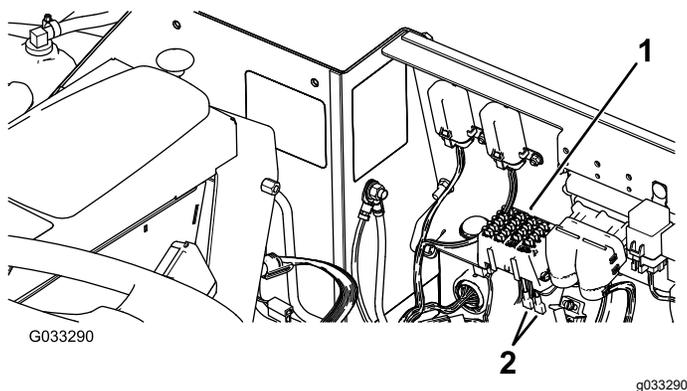
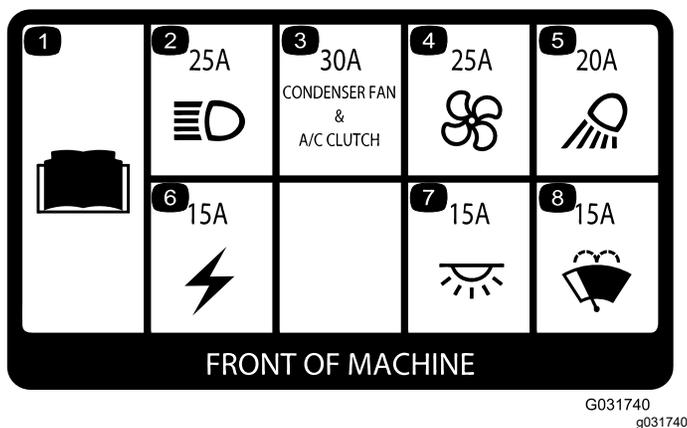
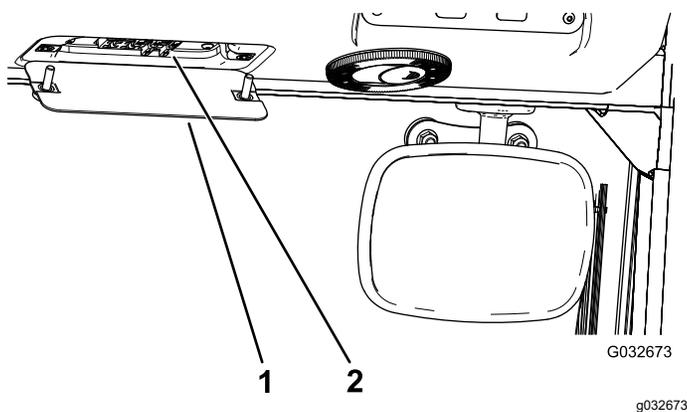

Рисунок 104
Рисунок 105
Рисунок 106
**Внимание:** При установке на машину вспомогательных приспособлений единственными разрешенными местами для расположения источника питания служат блок предохранителей тягового блока (**Рисунок 104**) или блок предохранителей кабины (**Рисунок 106**). Максимальный ток, доступный в каждом из этих мест, равен 10 А. За помощью обращайтесь к местному официальному дистрибьютору компании Того.
Предохранители кабины (Рисунок 105) расположены в блоке предохранителей на обшивке потолка кабины (Рисунок 106).